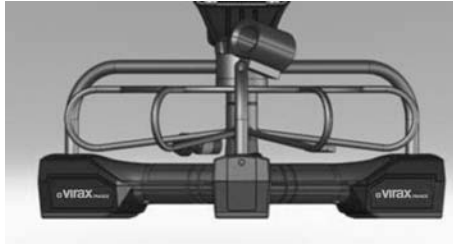

Figura 1 – cabo de 16 m para Mini VISIOVAL
1. Verifique se a tampa do compartimento da bateria está livre de detritos e líquidos. Use uma chave de fenda Phillips para remover o parafuso da tampa do compartimento das pilhas (Figura 1)